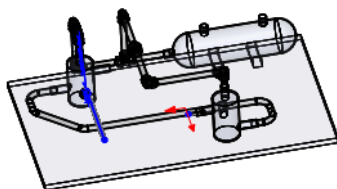

图 11.9.18 横断面草图
Step4. 绘制管道线路。绘制图 11.9.18 所示的横断面草图。